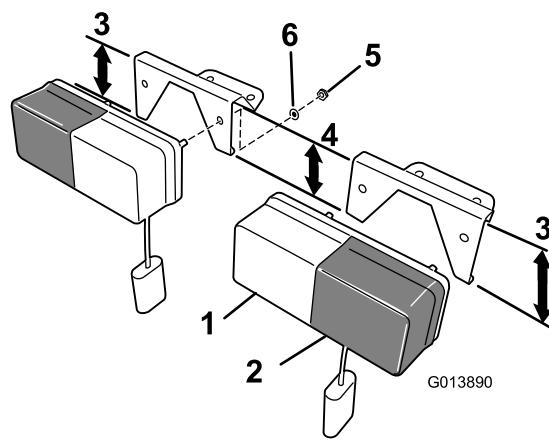

Figura 12
- Individuate le staffe sinistra e destra delle luci di direzione. Le staffe si distinguono per l'angolo presente sulla piastra frontale e per la gamba più lunga che si trova sempre sul lato esterno (Figura 12).
- Unite ogni luce di direzione alla staffa corrispondente in modo tale che il fanalino color ambra (segnalazione della direzione) si trovi sempre sul lato esterno (Figura 12).